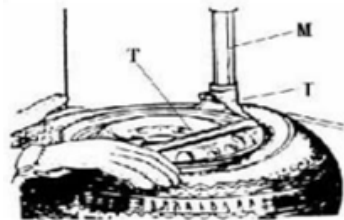

Abb. 6
Führen Sie den Hebehebel (T) zwischen dem Reifenwulst und dem vorderen Teil des Montage-/ Demontagekopfes (I) ein und bewegen Sie den Reifen über den Montage-/ Demontagekopf, wie in Abb. 6 gezeigt.